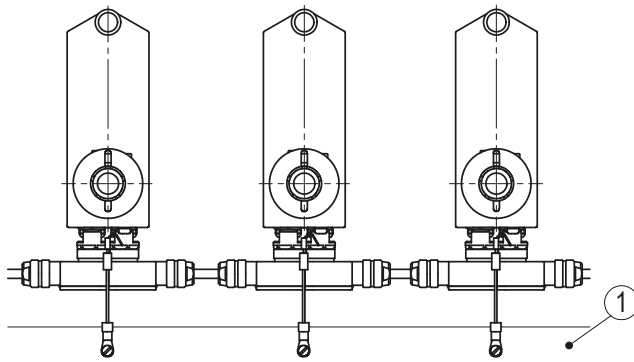

Abb. 9: PE-Schiene
Zum Schutz vor Störungen müssen die Schirme der Signalleitungen und Netzleitung beidseitig angeschlossen werden. Potentialunterschiede führen zu unzulässigen Strömen auf dem Schirm. Den PE Anschluss ① zwischen den Anschlusssteckern auf das Schutzleiterpotential legen (siehe Abb. 5). Verwenden Sie dazu 6.3 mm Flachstecker mit kurzer Litze 2.5 ... 4 mm2 (nicht im Lieferumfang). Bei mehreren Stellantrieben wird empfohlen die Erdung auf eine PE-Schiene ① anzuschließen (siehe Abb. 9).